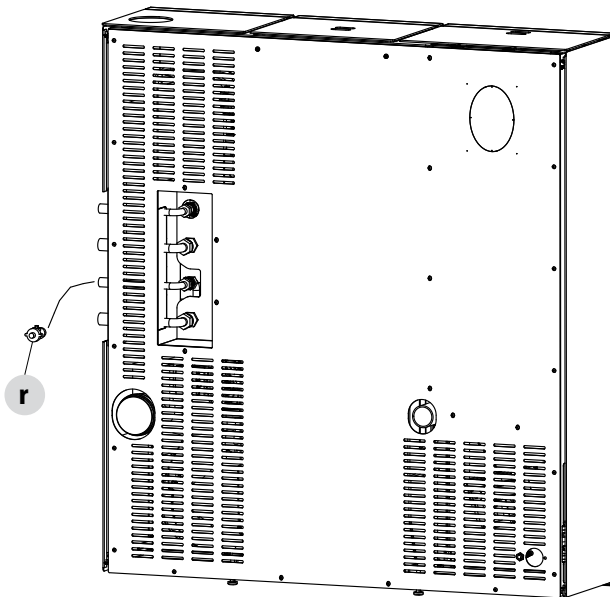

FIGURE 4
- raccorder les tubes sur le kit existant (fig.4)
- visser le robinet de vidange « r » sur le nouveau kit (fig.4)